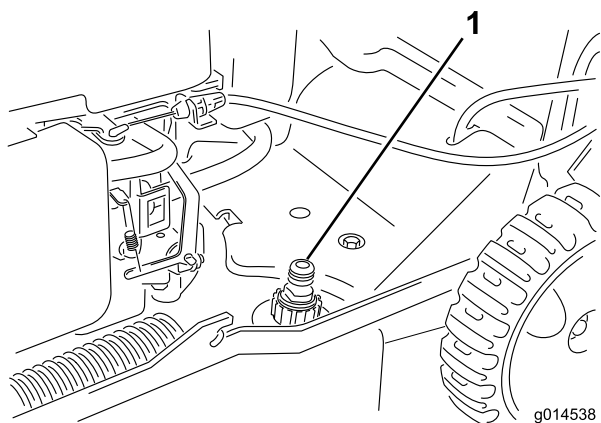

Figure 27
3. Branchez un tuyau d'arrosage, relié à une arrivée d'eau, au raccord de lavage du carter de la tondeuse (Figure 27).